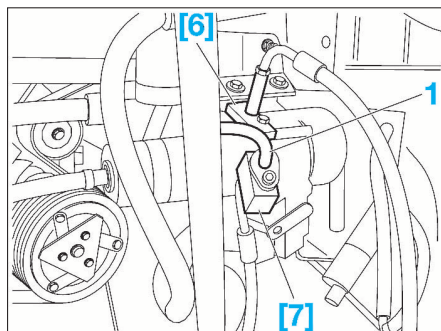

FIG. 23
- Débrancher et écarter le tuyau haute pression (1) (Fig.23).